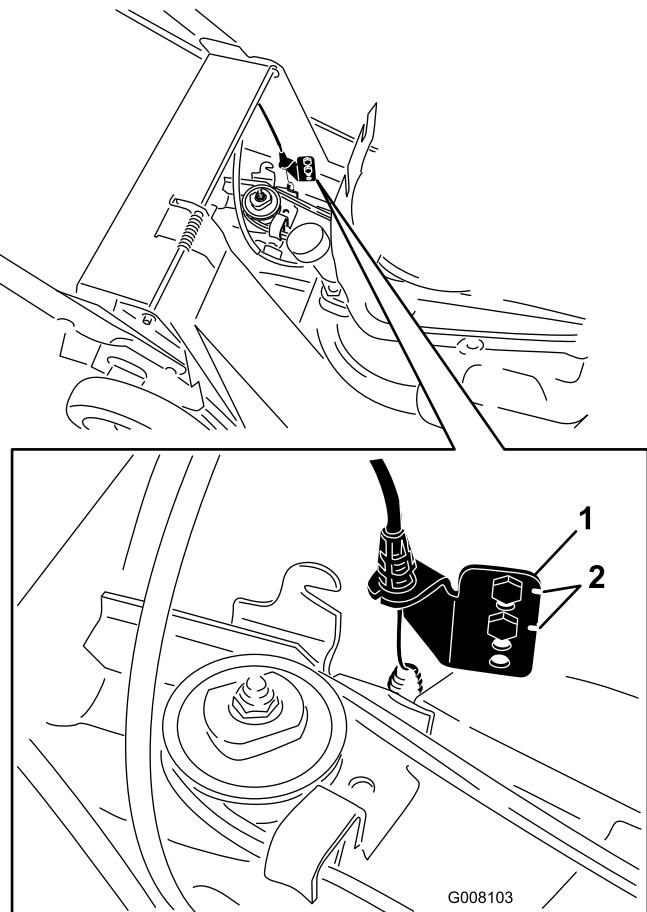

Bild 30
8. Versetzen Sie die untere Ankerhalterung um ein Loch nach oben (Bild 30).
Hinweis: Wenn Sie einen neuen Riemen einbauen, schieben Sie die untere Ankerhalterung in die Originalwerksstellung, die durch die Kerben neben den Löchern in der Halterung angegeben wird (Bild 30).
7. Nehmen Sie die Schrauben von der unteren Ankerhalterung ab (Bild 30).